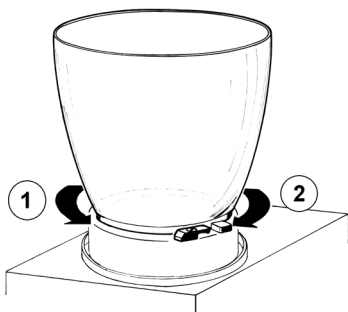

figura 2
4 Togliere il contenitore ruotandolo (1) in senso antiorario (vedere figura 2).
- Rimontare il contenitore ruotandolo in senso (2) orario. Per facilitare l'operazione bagnare con acqua la guarnizione (vedere figura 2).